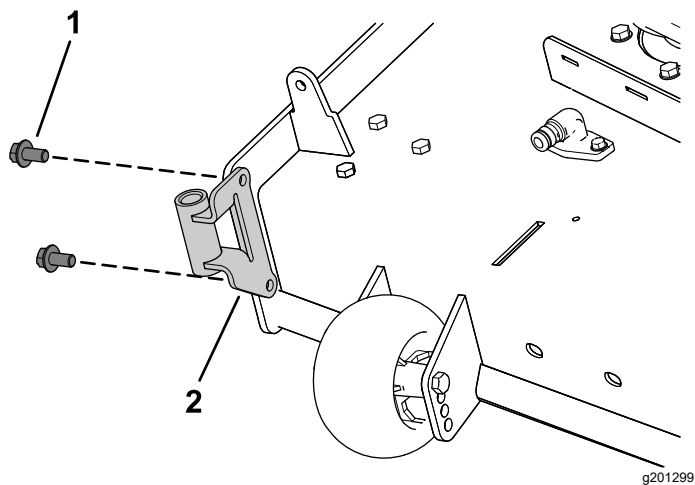

Figura 8
- Montați suportul suflantei pe puntea mainii de tuns iarba folosind 2 uruburi cu cap hexagonal și aibă ( $\frac{3}{8} \times \frac{3}{4}$ ") așa cum se arată în Figura 8.